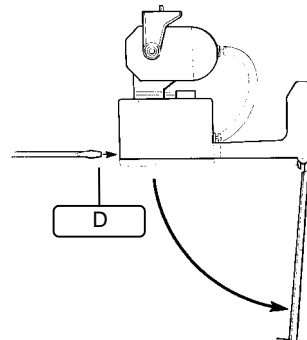

Fig.2
2. Ouvrir le couvercle en le poussant légèrement sur le cran par un tournevis **D** (Fig.2)
3. Relâcher le couvercle de fond (Fig.2) et enlever la plaque d'aluminium **B** de la tourelle